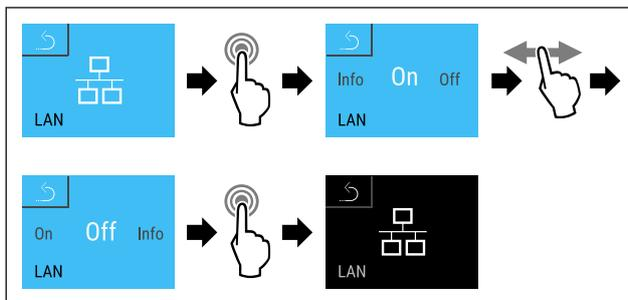

Fig. 128
- Handlungsschritte (siehe Fig. 128) durchführen.